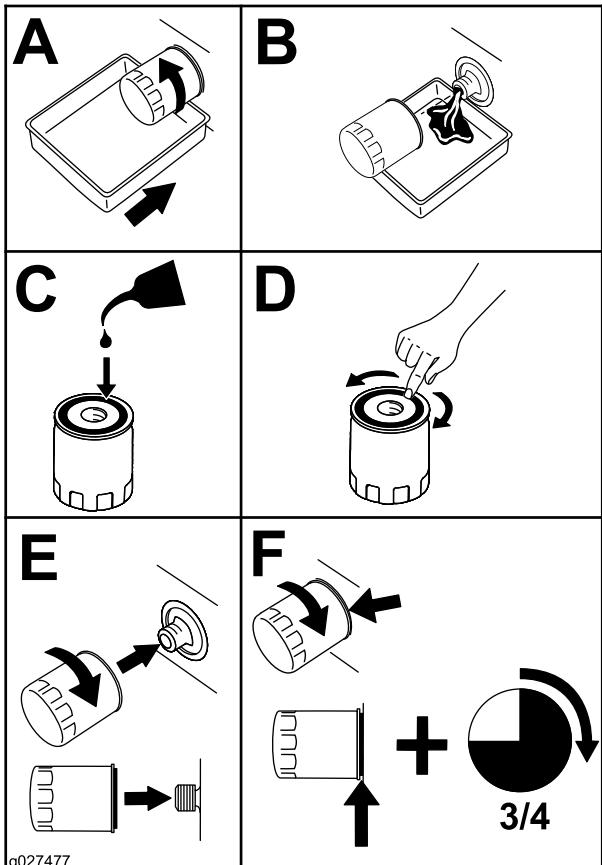

Figura 52
- Sustituya el filtro de aceite del motor (Figura 52).